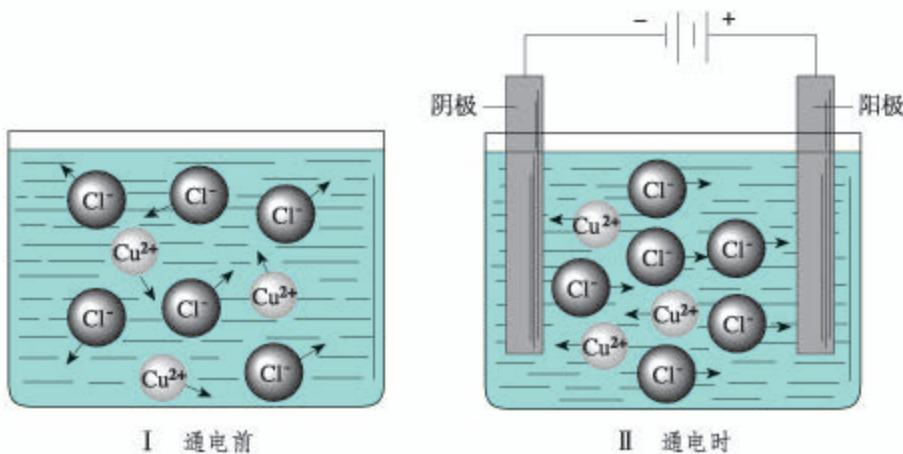

图4-10 通电前后氯化铜溶液中离子移动示意图
通电前，Cu²⁺和Cl⁻在溶液中作自由运动（如图4-10 I）。通电时，这些自由运动的离子改作定向运动，即阴离子（Cl⁻）向阳极^①（与直流电源的正极相连）迁移，阳离子（Cu²⁺）向阴极（与直流电源的负极相连）迁移（如图4-10 II）。在阳极上Cl⁻失去电子发生氧化反应，在
请结合图4-10Ⅱ绘制反映电解池工作原理的示意图，并与同学交流。示意图要求包括以下内容：